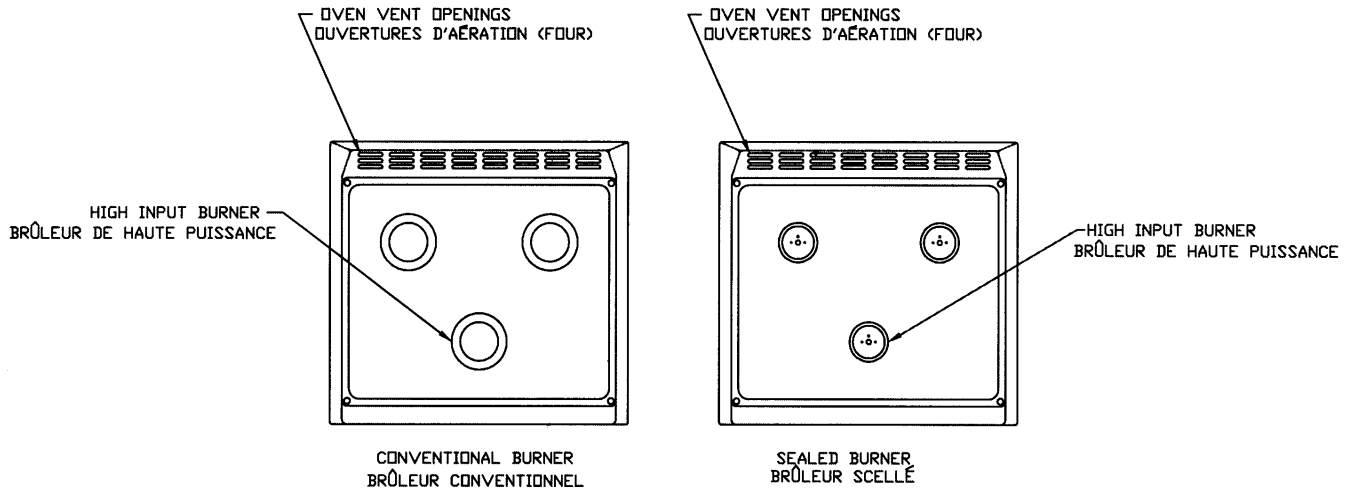

Figure 4
17. Lorsque le four est utilisé, ne pas recouvrir les ouvertures d'admission d'air; voir La Figure 4 toute restriction de l'admission d'air aux brûleurs du four dégrade la qualité de la combustion et suscite la formation de monoxyde de carbone.